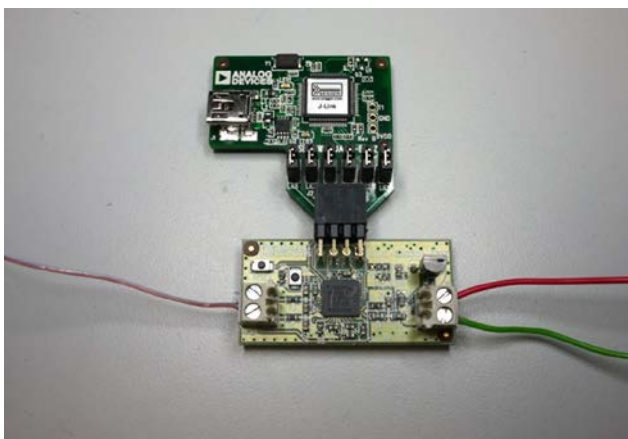

図 3.アナログ・デバイゼズ社 J-link OB エミュレータに接続した EVAL-CN0300-EB1Z
- J1 コネクタ (8 ピン、デュアル・ライン・コネクタ) は CN-0300 ハードウェアとともに提供されるアナログ・デバイズ社の J-link OB エミュレータに接続します。これによりこのアプリケーション・ボードのプログラミングとデバックが可能になります。図 3 を参照してください。